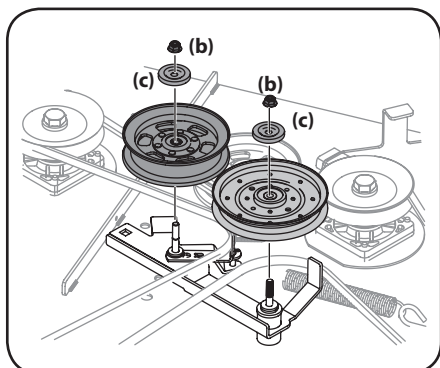

Figure 4-19
3. Pour retirer les deux poulies de tension (a), enlevez les écrous autobloquants à bride (b) et les capuchons (c) qui les retiennent au plateau de coupe et au bras de renvoi. Voir Figure 4-19. Veillez à ne pas perdre de pièce lorsque vous retirez les écrous autobloquants à bride (b).